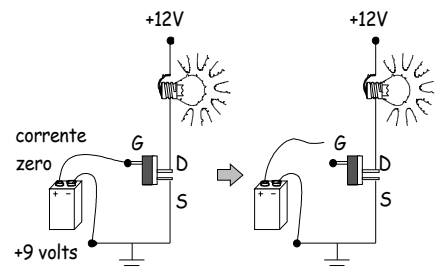

Figura 2.5.9 - O MOSFET retém a carga na porta.
- Podemos considerar que os MOSFETS possuem uma resistência de entrada (impedância) infinita. Isto significa que não consomem corrente em sua porta, apenas aquela necessária para "encher" o terminal, devido a uma pequena capacitância que deve ser levada em consideração nas altas frequências. Isto pode ser comprovado pela experiência mostrada na figura 2.5.9. O MOSFET, uma vez "carregado" com uma tensão positiva em sua porta, permanece conduzindo mesmo depois da tensão ser desconectada. É preciso "descarregar" a porta no terra para parar a condução.